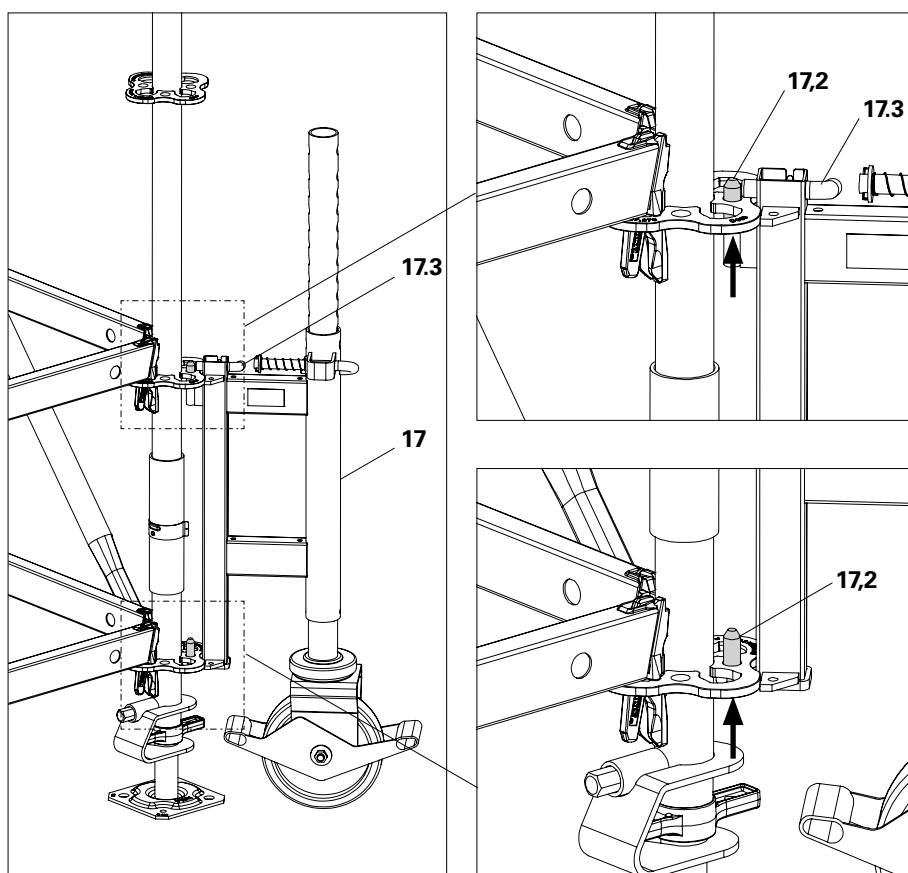

Fig. B.1.04
1. Inserire le ruote di spostamento con connettore (17.2) nelle rosette da sotto. Inserire i connettori prima nella rosetta inferiore, quindi in quella superiore. Fissare le ruote di spostamento. (Fig. B.1.04)